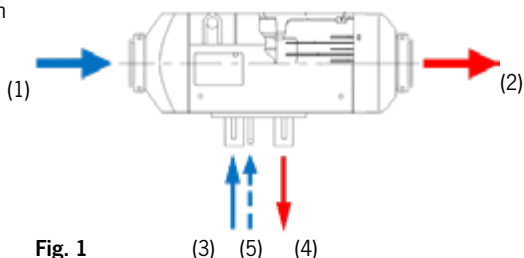

Fig. 1
Kold luft suges ind i denne passage af impelleren [Fig. 1 (1)] [Side 80 Fig. 2 (10)]. Efter at have passeret varmeveksleren blæses varm luft ud [Fig. 1 (2)].
Til forbrændingsprocessen skal varmeapparatet forsynes med brændstof og frisk luft. Brændstoffet kommer ind i brænderen gennem brændstofrørets indgang [Fig. 1 (5)] [Side 80 Fig. 2 (13)] og antændes af gløderøret [Side 80 Fig. 2 (14)] efter forstøvning. Flammen kommer ind i mellemrummet mellem brænderens vægge [Side 80 Fig. 2 (4)] og forbrændingskammeret [Side 80 Fig. 2 (3)] bag på brænderen.
Forbrændingsluften tilføres via luftindtaget [Fig. 1 (3)] [Side 80 Fig. 2 (12)]. Den indre tilluftsventilator [Side 80 Fig. 2 (6/8)] presser luften ind i brænderen. Efter forbrændingen af blandingen af luft og forstøvet brændstof udledes udstødningen gennem udstødningsgasstubben [Fig. 1 (4)] [Side 80 Fig. 2 (15)].